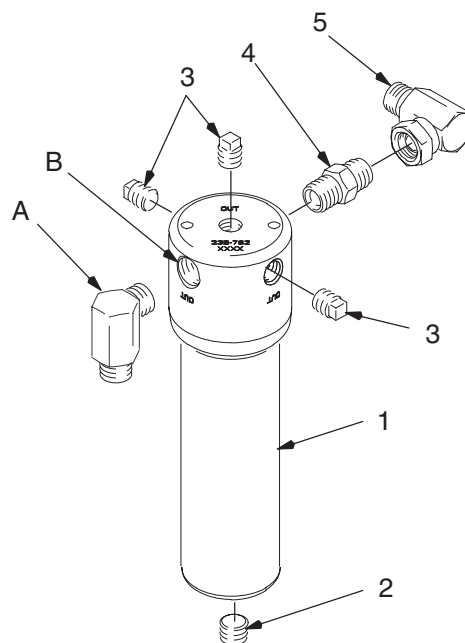

Fig. 1
1. Retire el codo (A) de la salida de la bomba. Instálelo en la salida del filtro (B). Vea la Fig. 1.
2. Instale el conjunto del filtro en la bomba enroscando el codo del filtro (5) en la salida de la bomba.